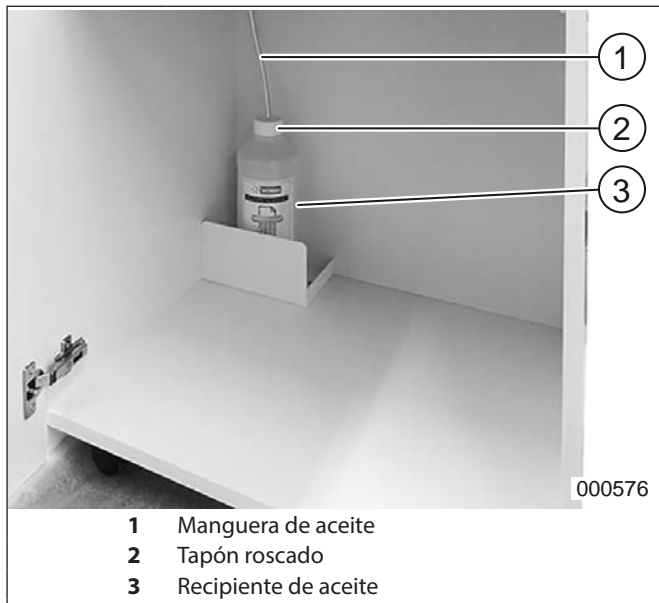

Fig. 6 Recipiente de aceite
Si el indicador de control  (Fig. 2/7) parpadea, normalmente el recipiente de aceite (Fig. 6/3) está vacío y tiene que sustituirse por un recipiente lleno. Se desconecta el motor.
2. Soltar el capuchón (Fig. 6/2), retirar la manguera de aceite con el capuchón del recipiente vacío y retirar el recipiente.
3. Colgar el recipiente lleno y retirar el capuchón. Introducir la manguera de aceite (Fig. 6/1) en el recipiente y volver a cerrar el recipiente con el capuchón que se encuentra en la manguera de aceite.